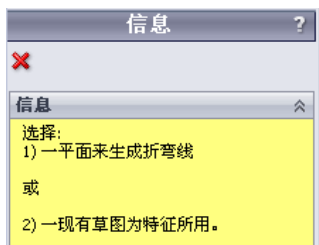

图 10.36 “信息”对话框
(1) 选择命令。选择下拉菜单 **插入(I)** → **钣金(H)** → **绘制的折弯(S)...** 命令 (或单击“钣金”工具栏中的 按钮)，系统弹出图 10.36 所示的“信息”对话框。